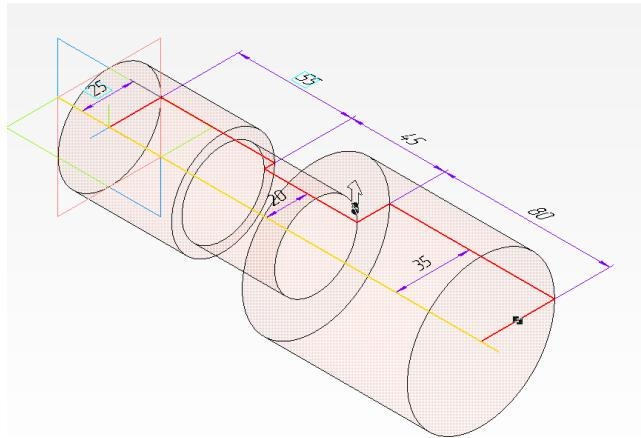

Рисунок 12.
2. Далее через  - **Редактирование детали**, выбираем  - **Операция вращения , Создать объект** (рисунок 12).